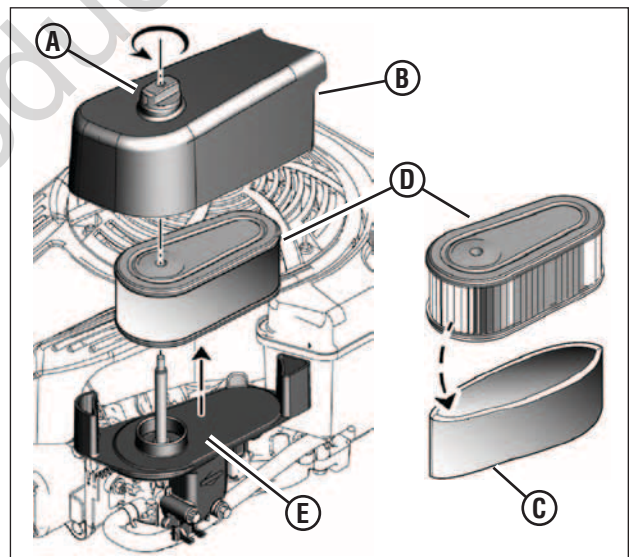

Figura 14: Filtro del aire y depurador
1. Quite el sujetador (**A**, **Figura 14**) y la tapa del filtro del aire (**B**).